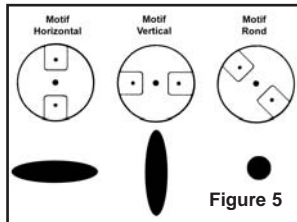

Figure 5
- Forme du motif de pulvérisation (voir la figure 5) : desserrez la bague de retenue et tournez la tête d'air pour le motif de pulvérisation voulu. Resserrez la bague de retenue à la main après l'ajustement.